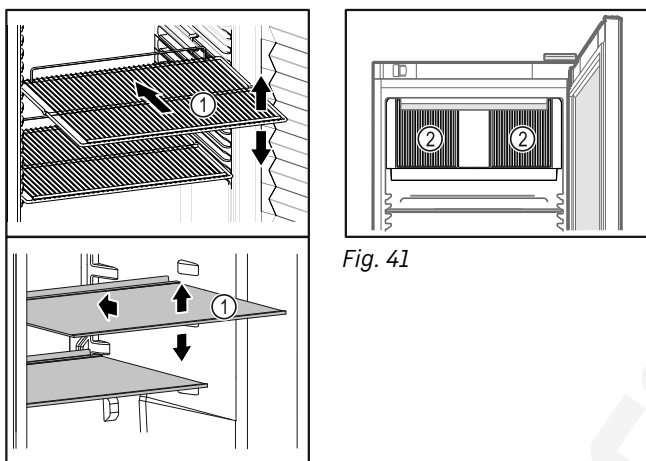

Fig. 40 Példaként szolgáló ábrázolás
- Ha a tárolófelületek Fig. 40 (1) áthelyezhetők, akkor igazítsa be őket a kívánt magasságnak megfelelően.